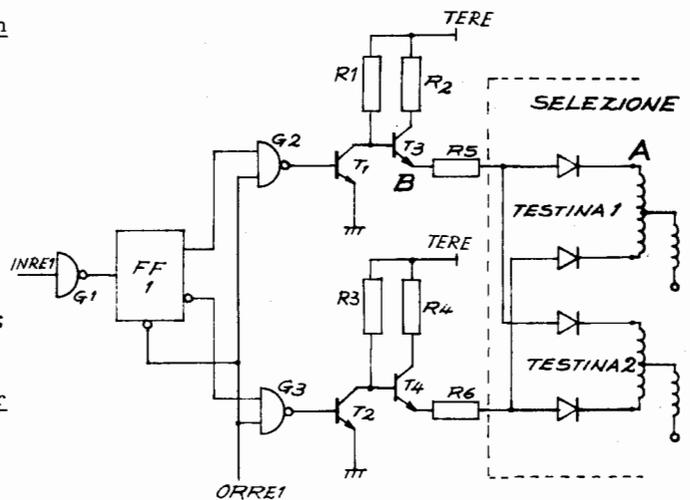

FIG. 56
11) CIRCUITO DI REGISTRAZIONE (Fig. 56)